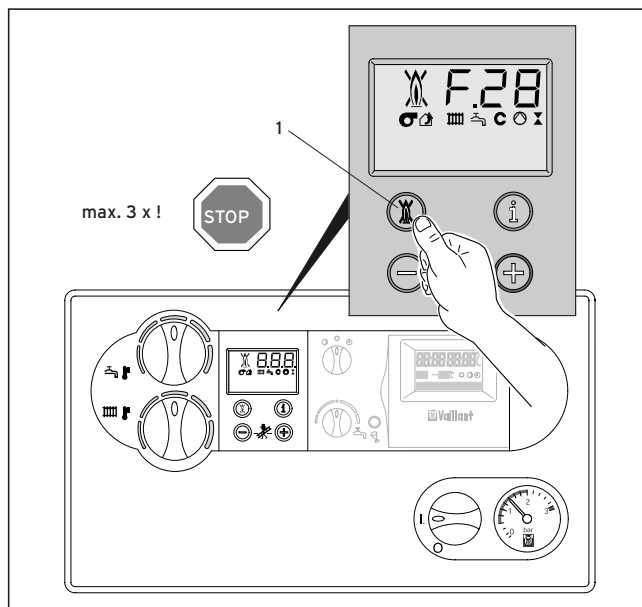

Fig. 3.13: Supresión de perturbaciones
- En este caso, pulse el botón de supresión de perturbaciones (1) y manténgalo pulsado durante aprox. 1 s. (Fig. 3.13)